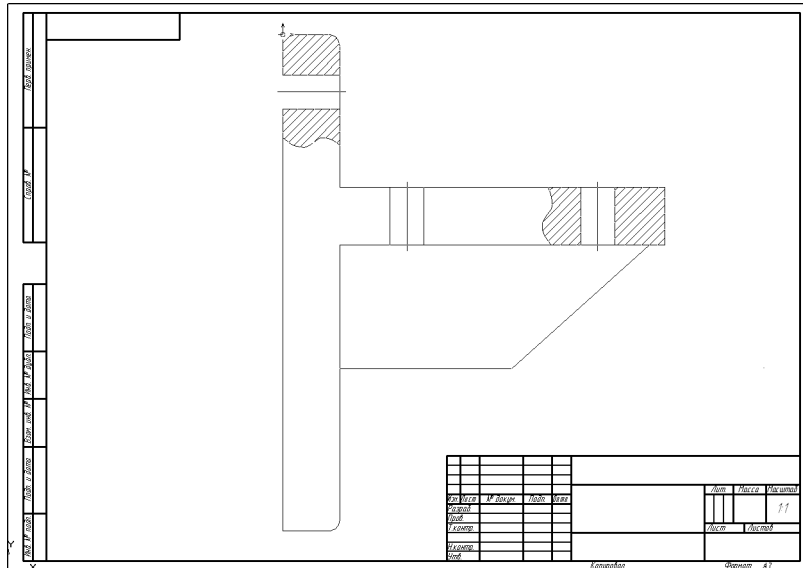

Рис. 54.5.
5. Не выполняя щелчков мышью, попробуйте перемещать фантом по полю чертежа. Вставляемая проекция слишком велика для чертежа заданного формата (рис. 54.5). На чертеже *Блока направляющего* *Кронштейн* расположен в виде 1 с масштабом 0,5. Он был вставлен в системный вид 0 чертежа *Кронштейна*, масштаб которого равен 1 и не